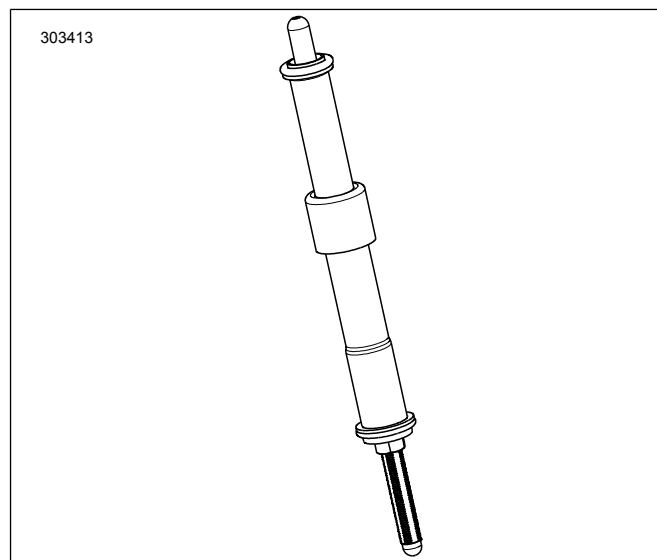

Figura 4. Vareta de compressão instalada na tampa da vareta de compressão
7. Figura 4 Instale as varetas de compressão de admissão nas tampas das varetas de compressão. Substitua os anéis de vedação "o-ring", a tampa inferior da vareta de compressão e o fixador da tampa da mola com os novos componentes fornecidos no kit. Certifique-se de que a extremidade de ajuste da vareta de compressão esteja para baixo.